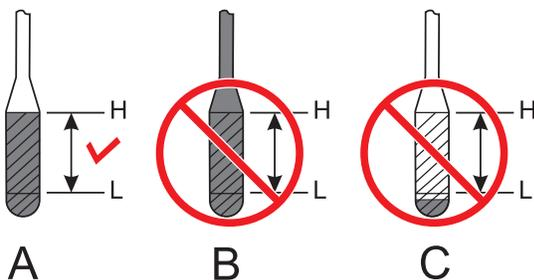

Figure 14. Jauge d'huile moteur
3. Réinsérez la jauge, puis retirez-la de son support. Vérifier le niveau d'huile indiqué sur la jauge (Figure 14).